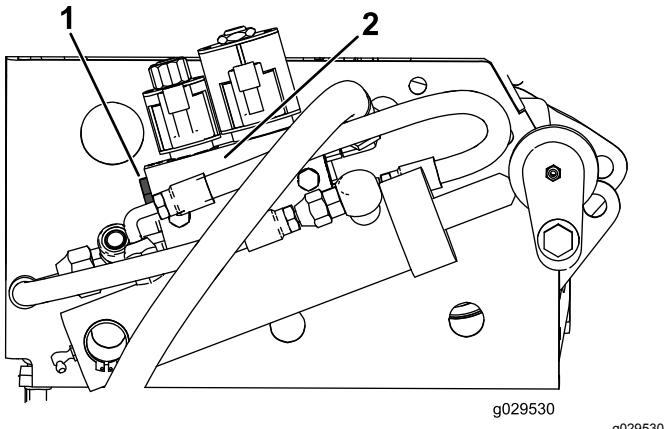

Рисунок 18
- 5. На правой раме найдите клапан подъема дики в сборе (Рисунок 18).
- 6. Снимите заглушку с левой стороны клапана в сборе (Рисунок 18).